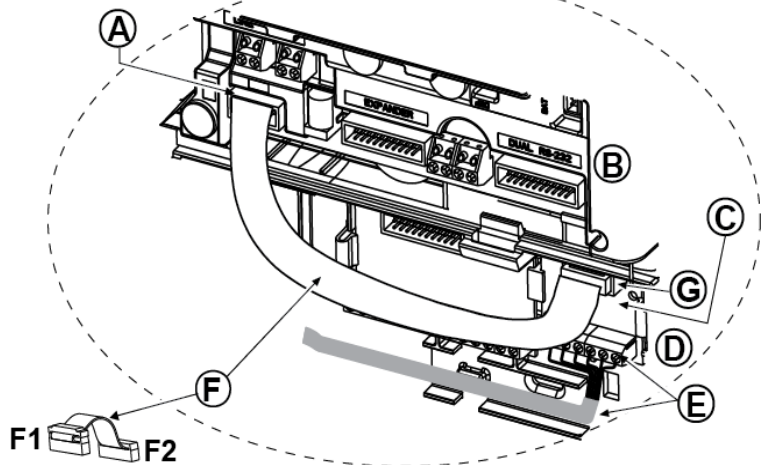

Figura 4.8 – Montaggio del modulo PGM-5
Montare il modulo PGM-5 come mostrato in Figura 4.8.
Attenzione! Durante l'installazione del modulo PGM-5 si consiglia vivamente di disporre il cavo (E) come mostrato in Figura 4.8 per evitare interferenze che potrebbero verificarsi se il cavo passa troppo vicino alle antenne della centrale.